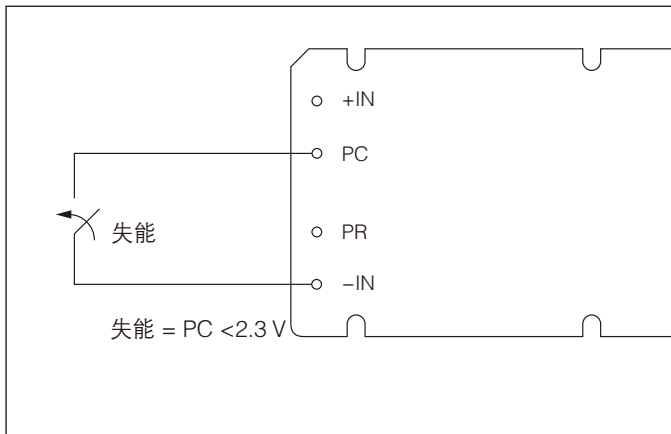

图 2-1 模块使能 / 失能
**模块使能 / 失能** 可通过将 PC 电压拉到 2.3 V 以下 (相对于负输入), 使模块失能 (图 2-1)。这应该通过集电极开路三极管、继电器或者光耦合器来实现。要使多个转换器失能, 可通过或门二极管配合一个三极管或者继电器来实现。使用机械开关或者继电器控制 PC 引脚时, 务必使用电容配合 (最大 10 nF), 以免开关跳动。